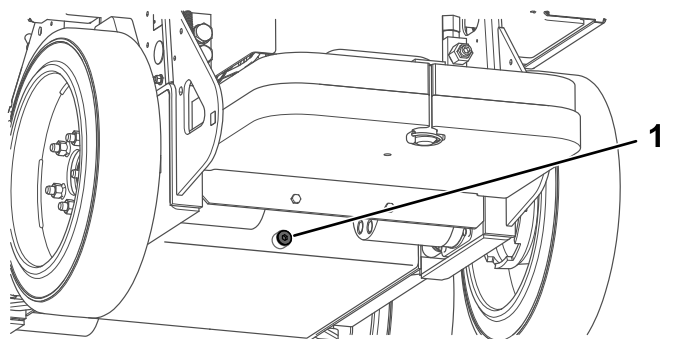

Figura 37
5. Retire o tampão de escoamento da parte inferior do depósito hidráulico e deixe o fluido drenar completamente (Figura 37).